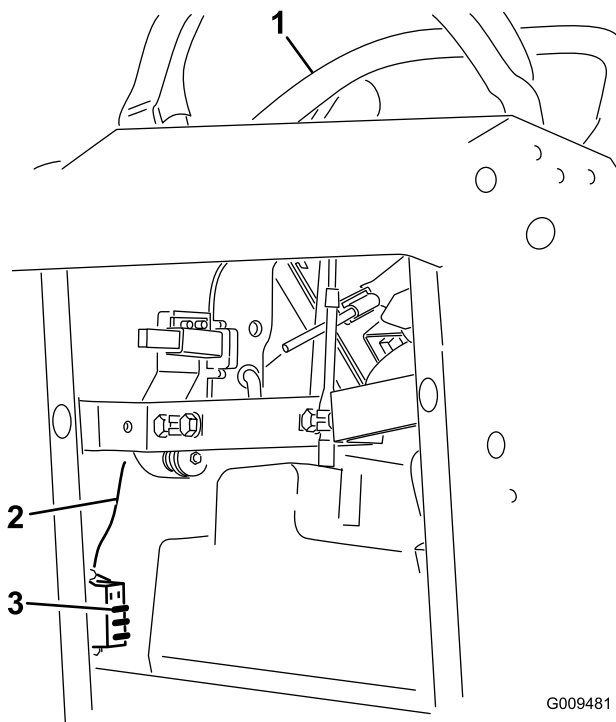

Figure 52
2. Tirez le fusible pour le sortir ou le remplacer (Figure 52).
Remarque: Veillez à utiliser un fusible du bon calibre avec le fil de la couleur appropriée, comme illustré à la Figure 52